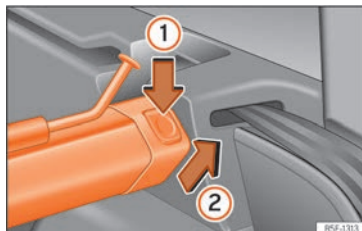

Fig. 142 En el maletero: desmontar la red de separación.
- Presione la tecla de desbloqueo izquierda o derecha »» fig. 142 en el sentido de la flecha ①.
- Extraiga la carcasa del soporte en el sentido de la flecha »» fig. 142 ②.
- Presione la carcasa en los soportes izquierdo y derecho en el sentido contrario al de la flecha »» fig. 142 ② hasta que encastre.